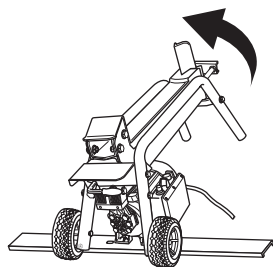

Fig. 9a, mode 1
- > Pour déplacer l'appareil, faites-le basculer du côté des roues en le tenant par les extrémités C et D ou par les pieds C [20] et D [19], le cas échéant, puis tirez-le en le faisant rouler sur ses roues [9] (Fig. 9a, 9b).